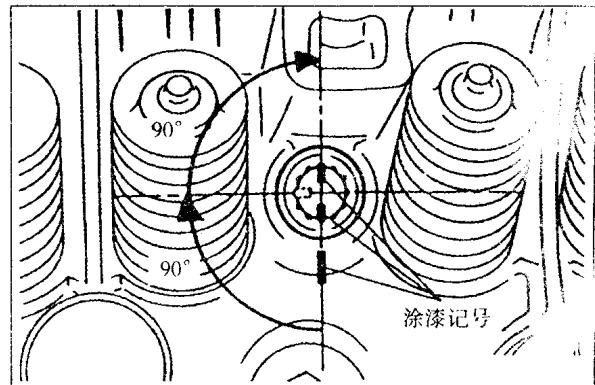

图 3-33
g. 在气缸盖螺栓头和气缸盖上涂油漆记号(见图 3-33 所示)